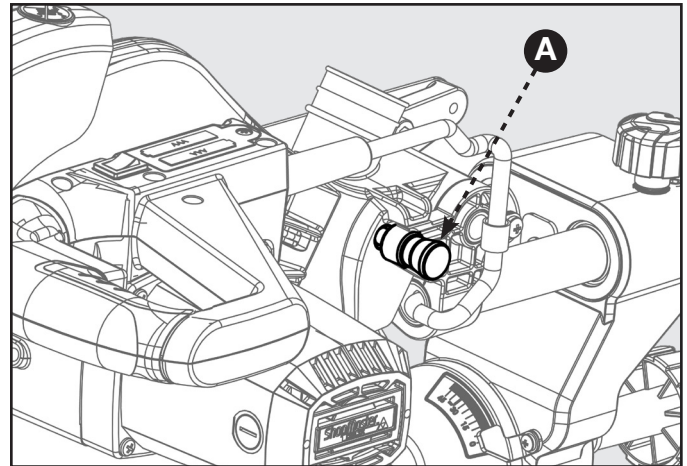

FIGURA 3
1. La sierra se envía con el brazo asegurado en la posición hacia abajo, tal como se muestra en la Figura 3 sujetador de plástico y libere el pasador de bloqueo (A).
2. El pasador de bloqueo (A) se utiliza solo para el almacenamiento y el transporte. La sierra no debe bloquearse en la posición hacia abajo durante los cortes.